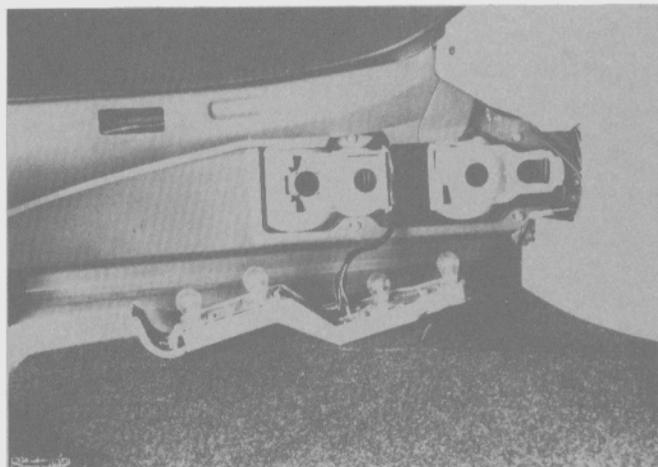

Fig. 198
- Retirar el paragolpes y el faro trasero (Fig. 198).